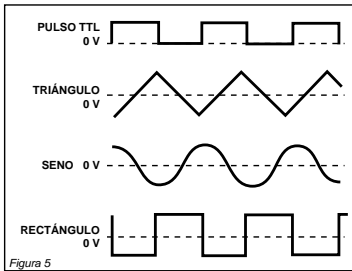

Figura 5
(1) Seleccione la **Función (8)** y el **Rango (7)**, y gire el mando **FREQUENCY (13)** hasta obtener la frecuencia deseada (lea la salida en la **pantalla (4)**).
(2) Conecte el terminal de salida **OUTPUT (22)** al osciloscopio para observar la señal de la forma de onda.
(3) Gire el mando **AMPL (12)** para controlar la amplitud de la forma de onda.
(4) Si se hace necesario atenuar la señal de salida, tire hacia afuera del mando giratorio **AMPL (12)** para obtener una atenuación de 20 dB o presione el botón **ATT -20dB (12a)** para lograr una atenuación adicional de 20 dB.
(5) En la figura 5 se muestra la relación fase entre forma de onda de salida y salida TTL: